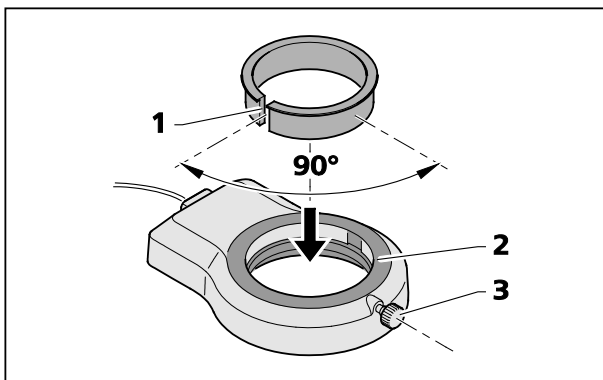

**Fig. 13 Montar el iluminador anular al cuerpo de microscopio**
- Enchufar el cable de conexión (Fig. 13/1) del iluminador anular (Fig. 13/4) en la hembra inferior (Fig. 13/2) del soporte Stemi y en la hembra del iluminador anular.
- Empujar el iluminador anular desde abajo en el cuerpo de microscopio (Fig. 13/3) y fijarlo con el tornillo moleteado (Fig. 13/5).
- Empujar el iluminador anular con el adaptador en la unidad óptica frontal hacia arriba y fijarlo mediante el tornillo de retención (Fig. 14/3) (análogamente a la Fig. 13).